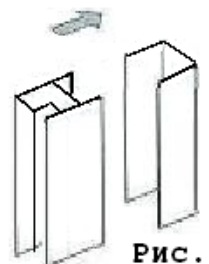

Рис. 1
1. Разъедините пристенный /2/ и боковой /3/ профили (рис.1).